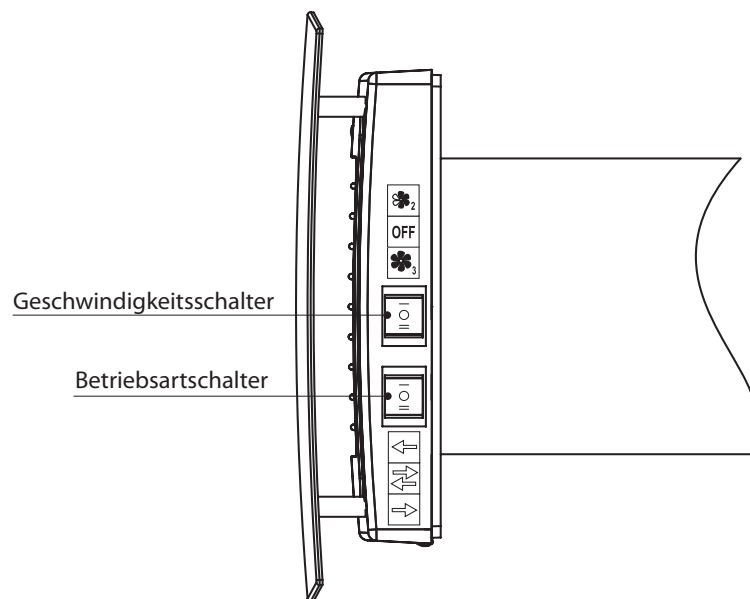
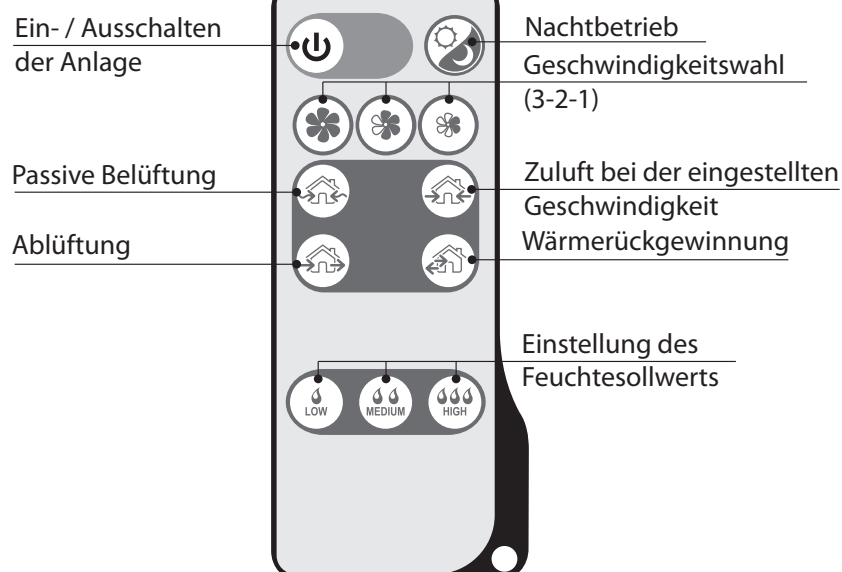

Abb. 6. Steuerungselemente auf der Ventilatoreinheit
Abb. 7. Fernbedienung
Die Steuerung der Anlage erfolgt mittels der Fernbedienung, Abb. 7 oder mit den Schaltknöpfen auf der Ventilatoreinheit, Abb. 6. Die Steuerung des Ventilators aus der Ventilatoreinheit hat begrenzte Funktionalitäten, i.e. Einschalten der zweiten und dritten Geschwindigkeit und Einstellung von drei aus vier möglichen Lüftungsbetriebsarten. Die Fernbedienung hat die erweiterten Steuerungsmöglichkeiten.
- Betriebsart-Umschaltung: verwenden Sie den Betriebsartschalter, Abb. 6.